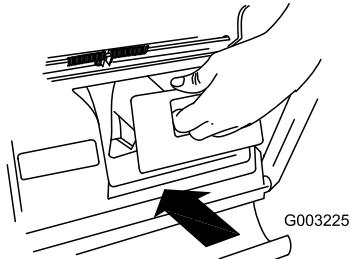

Figure 21
**Important:** Assurez-vous que l'obturateur de l'éjecteur arrière est en place avant de procéder au recyclage (Figure 21).